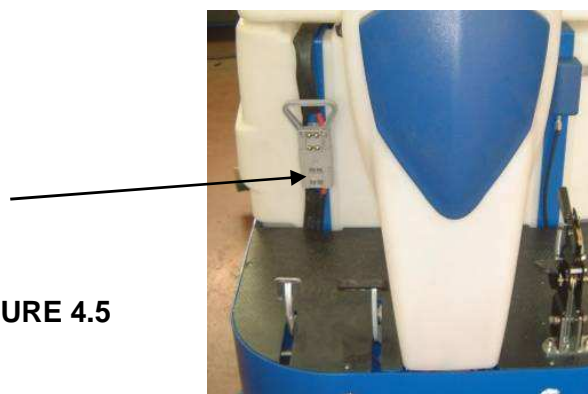

FIGURE 4.5
- **Prise de courant** (figure 4.5) : utilisée pour la charge des batteries. En cas d'urgence, cette prise peut être extraite de la fiche en intervenant sur la poignée. Avant d'utiliser la machine l'opérateur doit se familiariser avec l'utilisation du système de sécurité de telle sorte qu'en cas d'urgence son utilisation soit instantanée. Ne pas rétablir le système de sécurité avant de résoudre l'anomalie, au besoin en faisant appel à un technicien spécialisé.
Si la machine est branchée au chargeur, débrancher le chargeur de la prise de la batterie de la machine et brancher la prise de la batterie avec le câble d'alimentation de la machine (voir fig. 4.5) ; pour remplir le réservoir, il est possible de procéder de deux manières : en soulevant le couvercle des moteurs et en dévissant le bouchon noir (figure 4.7 détail 1) ou en soulevant le réservoir de récupération et en le remplissant par l'ouverture comme indiqué sur la figure 4.7 (détail 2).